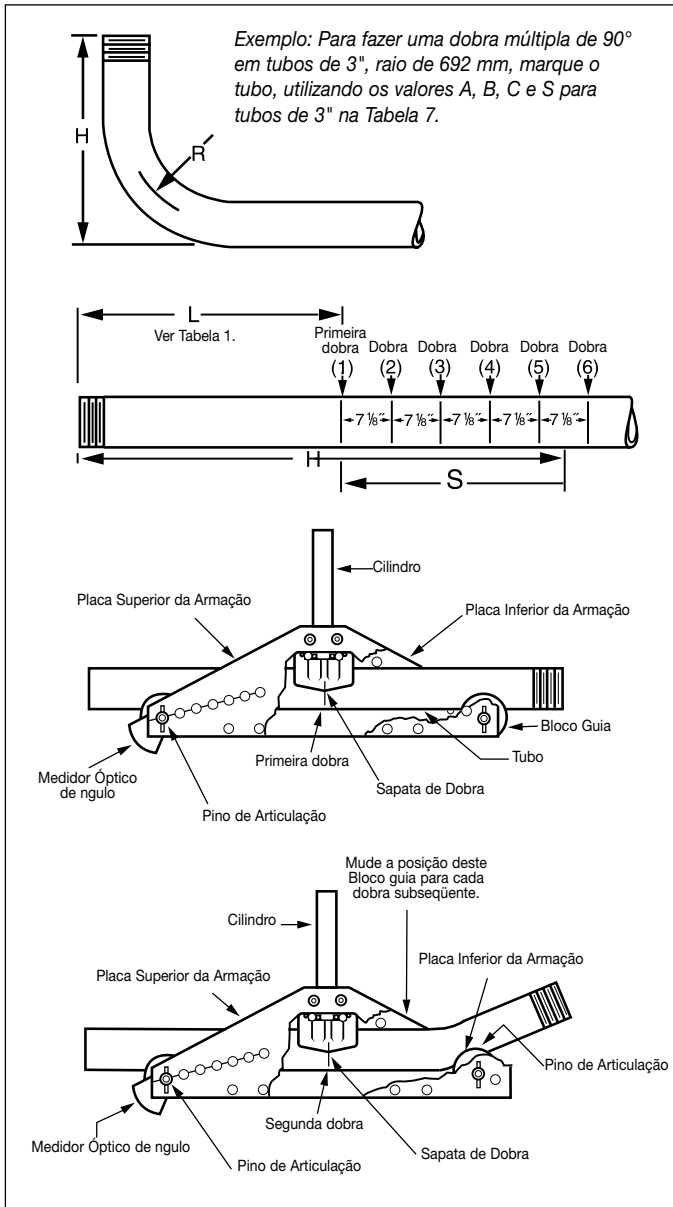

Figura 8, Dobra Múltipla de 90°
1. Marque a dimensão perpendicular desejada (**H**) no tubo reto (ver Figura 8).